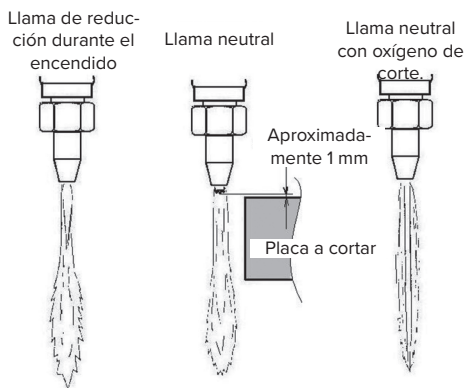

Fig.4: Ajuste de la llama
4.2.3. Abra brevemente la válvula del oxígeno de corte para que se vea el ajuste correcto de la llama neutral, luego ciérrela. (vea la fig. 4)